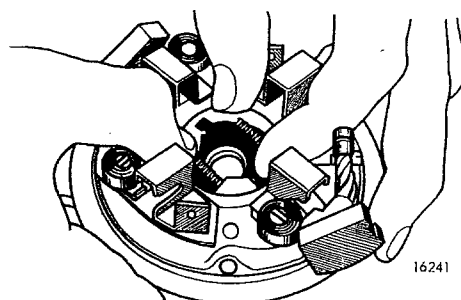

Fig 06-43. Fastsättning av rotorbroms
- Montera rotorbromsen i kommutatorsidans lagersköld, se fig 06-43 och ledningen mellan de positiva elborstarna.